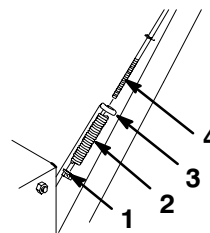

Bild 7
- Halten Sie die Griffe in der Installationsposition und stecken die Fahrtriebsstange durch die Öse in der unteren Fahrtriebsstange (Bild 7).
- Schieben Sie die Feder auf das untere Ende der Fahrtriebsstange (Bild 7).
- Schieben Sie eine Sicherungs-Bundmutter (Bundseite nach oben) auf das untere Ende der Fahrtriebsstange unter die Feder (Bild 7).